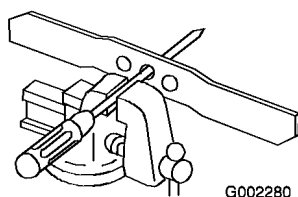

Figura 34
1. Verificate il bilanciamento della lama collocando il foro centrale della lama su un chiodo o sul codolo di un cacciavite serrato orizzontalmente in una morsa (Figura 34).